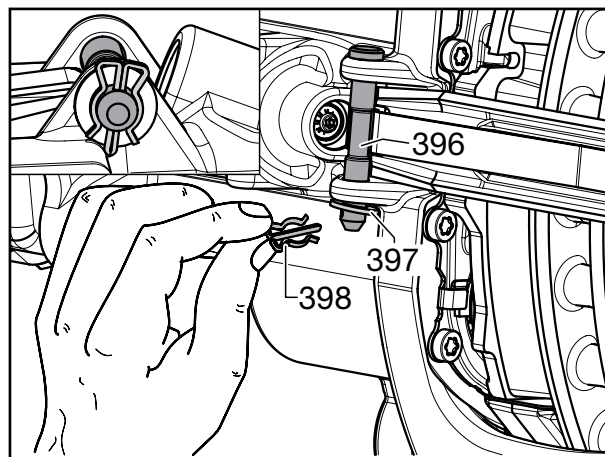

Fig. 12
- [20] Sätt i bulten (396) ovanifrån, montera skivan (397) och lås med fjädersplinten (398). Kontrollera att splinten hamnar rätt, så att det finns tillräckligt med frirum (se fig. 12, ovan).